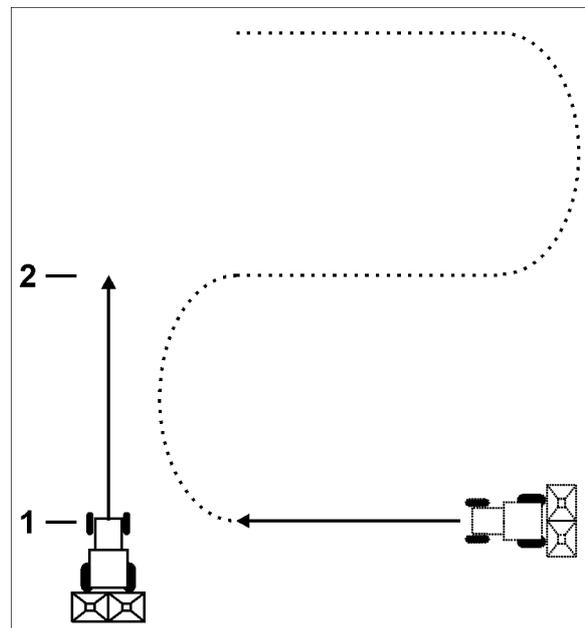

Рис. 7
1. Двигайтесь по краю поля поперек рабочего направления и на уровне следа трактора (Рис. 7/1) нажмите кнопку
2. Когда дисплей показывает в качестве участка пути значение ширины захвата (Рис. 7/2) начните прохождение загонки.